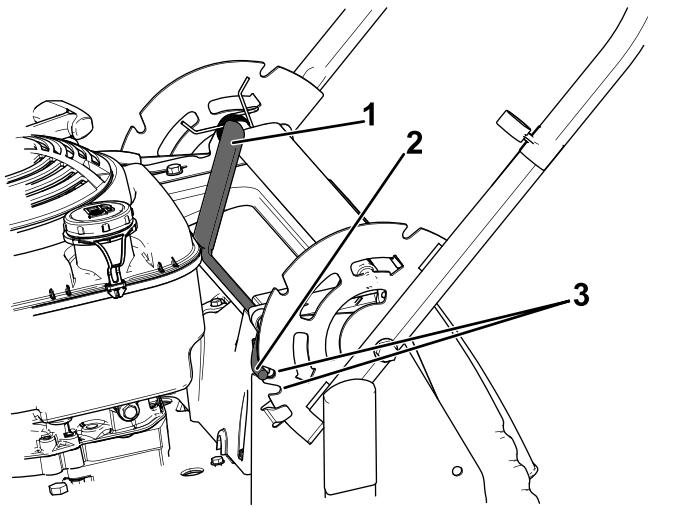

Figura 15
- Tirate indietro la leva del blocco della maniglia per disinserire i relativi perni (Figura 15).
- Perno del blocco della maniglia (2)
- Fate ruotare la maniglia e allineate la tacca desiderata nella staffa della maniglia ai perni del blocco della maniglia; fate riferimento a Figura 15.